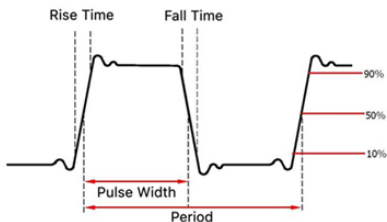

Figura 34
- O tempo de descida é definido como o tempo necessário para a amplitude do pulso cair de 90% do limite para 10% do limite, conforme mostrado na figura 34.